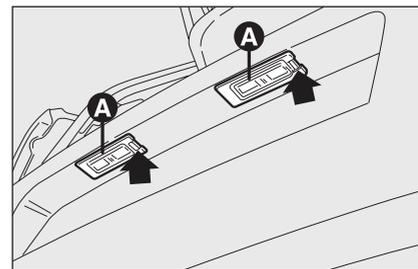

Рис. 27
- натискаючи викруткою на місця, що позначені стрілками, витягніть корпус ліхтаря разом з розсіювачем **A (рис. 27)**;